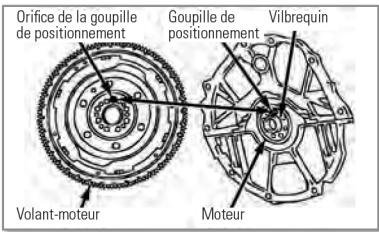
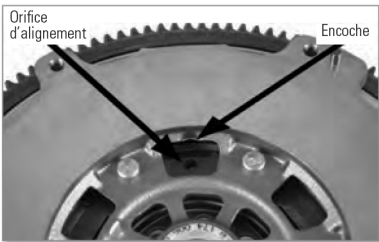

Figure 1
Figure 2
2. Sur le volant-moteur neuf, repérer l'orifice de la goupille de positionnement : il faut trouver l'orifice et l'encoche sur l'avant du volant-moteur (voir figure 2). Une fois localisés, retourner le volant-moteur et repérer le même orifice, qui traverse entièrement la pièce. En se référant aux figures 1 à 3, localiser l'orifice de la goupille de positionnement.
4. Se référer aux figures 1 à 3 pour localiser facilement les orifices servant au positionnement.